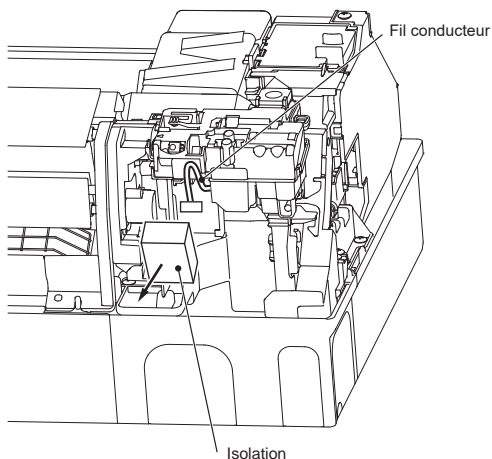

Fig. 1
- 2) Déposez l'isolation et sortez le fil conducteur situé sous l'isolation. (Fig. 1)